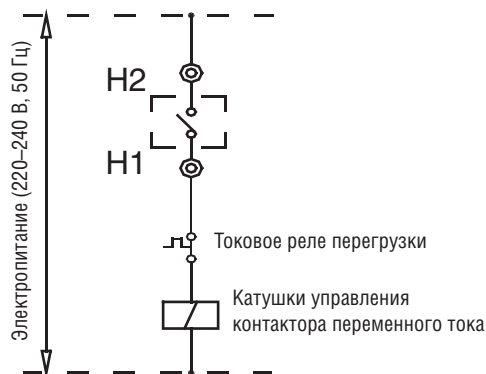

Рис. 5-2
10. Подсоединение проводов цепи управления вспомогательных электронагревателей: провода цепи управления контактора переменного тока вспомогательного электронагревателя должны подсоединяться к клеммам Н1 и Н2 основного модуля (см. рис. 5-2).